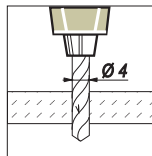
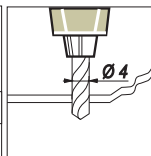

Abbildung 3a
Abbildung 3b
1. Bohren Sie an der Montagestelle ein Loch mit einem Durchmesser von 4 mm (Abbildung 3a bzw. Abbildung 3b).